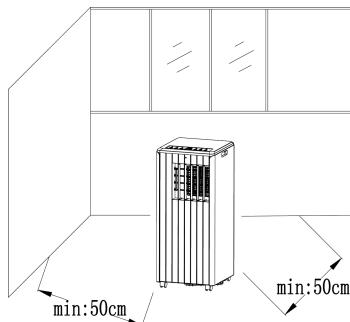

Bild 4
1) Flytta maskinen med installerat värmeköp och fästen framför fönstret, och håll ett avstånd mellan höljet och väggarna eller övriga objekt på minst 50 cm (se bild 4).